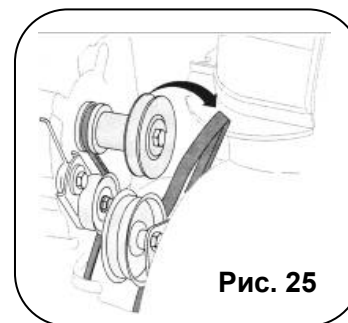

Рис. 25
3. Снимите ремни привода шнека со шкива двигателя (см. Рис. 25).